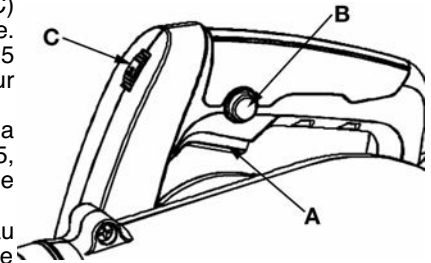

Figure 5
2. Appuyez sur la gâchette marche/arrêt (A) Fig.5 pour allumer l'outil. Relâchez la gâchette pour arrêter l'outil.
3. Pour une opération continue sans avoir à tenir la gâchette, appuyez et tenez la gâchette (A) Fig.5, ensuite appuyez sur le bouton de verrouillage (B) pour verrouiller la gâchette en «marche».
5. Pour régler la vitesse de l'outil, tournez le cadran de vitesse variable (C) Fig.5 entre les réglages Min à Max.